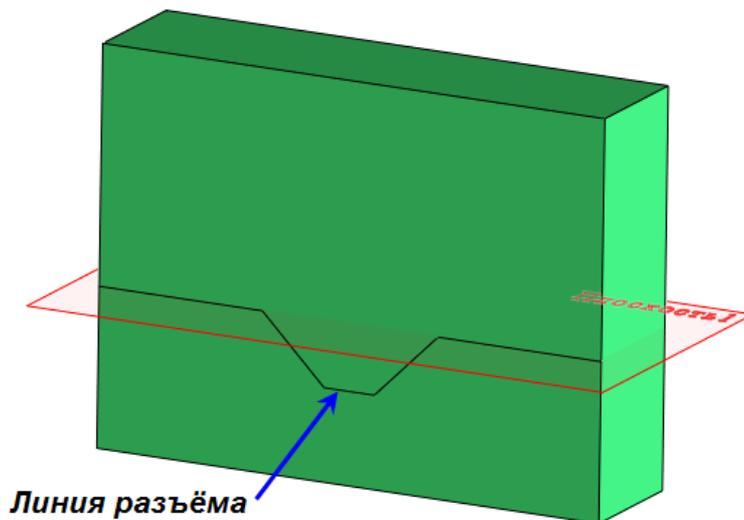

**Рис. 12.8** Параметрическое окно Тип уклона Менеджера свойств Уклона с изломом
*Уклон с изломом* - это разновидность уклона с *Базовой линией уклона*, а потому *Менеджер свойств* этого типа уклона отличается от рассмотренного в предыдущем разделе только видом параметрического блока **Тип уклона** (рис.12.8).
5. В окне **Тип уклона** (см.рис.12.8) выберите **Уклон с изломом**.